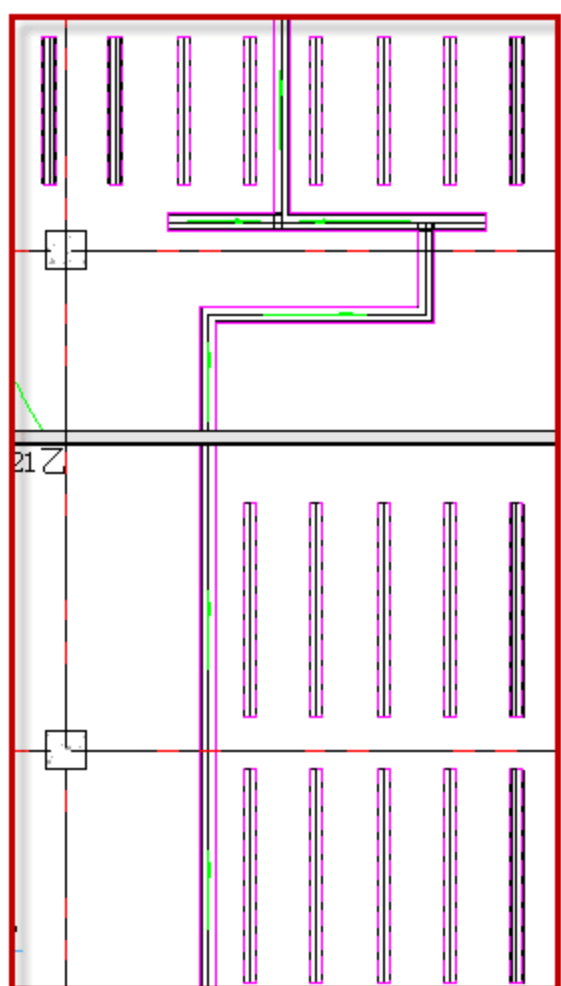
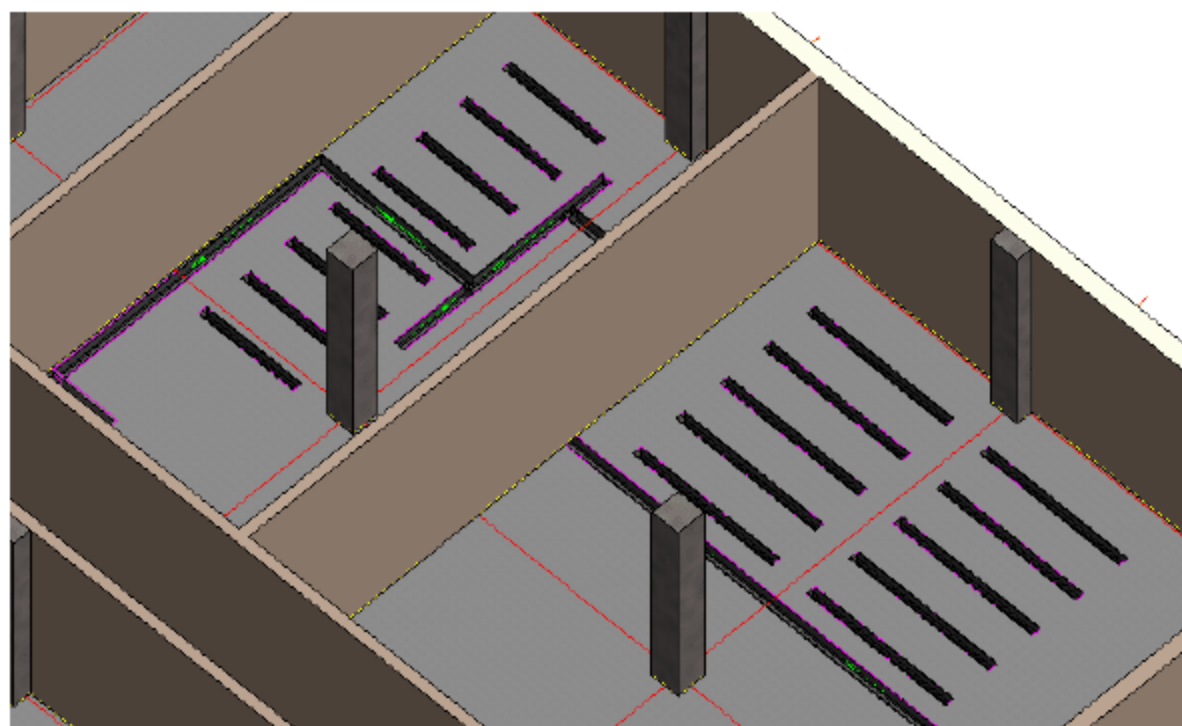

图 9.2.75 完成“200mm 地沟”的绘制
图 9.2.76 3D 效果图
(30) 完成“200mm 地沟”的绘制,如图 9.2.75 所示,3D 效果如图 9.2.76 所示。